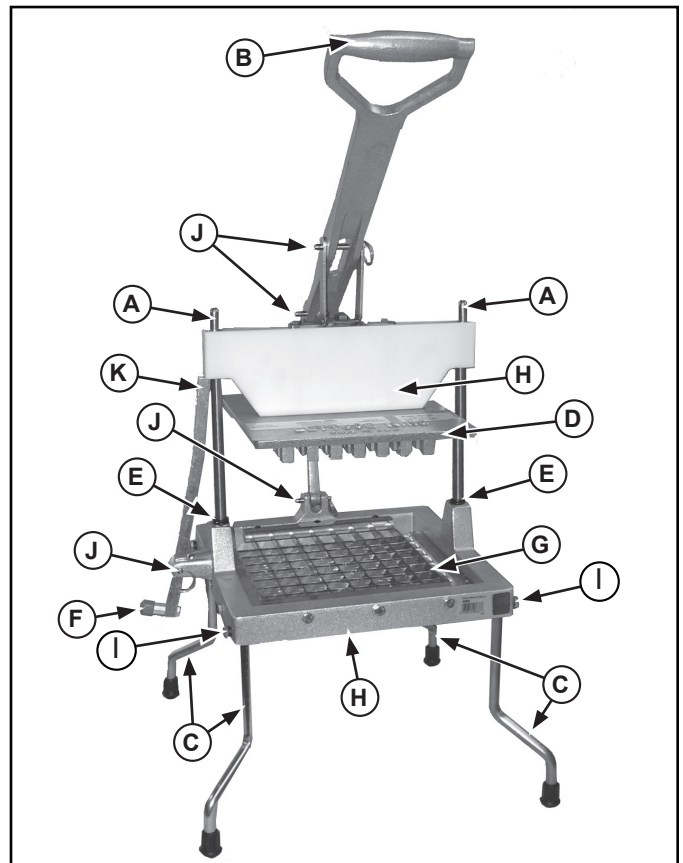

Figura 2. Características y controles, Lettuce King IV.
3. Fije las patas (C) en los orificios del conjunto de la base (H) de modo que la parte angular de la pata quede orientada hacia afuera. Consulte la Figura 2.
4. Afiance las patas (C) al conjunto de la base (D) con los tornillos (A) y las arandelas (B). Consulte la Figura 2.
Lettuce King IV: Sujete el mango (B), retire la mano de área del conjunto de hojas y colóquela en la palanca de traba (F). Oprima la palanca de traba (F) para liberar el brazo de traba del cabezal de empuje (D). Consulte la Figura 2.
4. Retire los tornillos que sostienen el conjunto de hojas (I). Retire y deseche cuidadosamente los conjuntos de hojas. Consulte la Figura 2.
5. Examine el cabezal de empuje (D). Si están mellados o presentan rebabas, alise los bordes ásperos con una lima plana pequeña.
6. Verifique que las protecciones de las hojas (BB) estén instaladas en el conjunto de hojas (DD y CC). Consulte la vista detallada de la unidad Lettuce King IV.
7. Coloque el conjunto de hojas inferior (CC) en el bastidor (H) de modo que quede correctamente ubicado con el lado filoso hacia arriba.
8. Instale los tornillos en el lado izquierdo del conjunto de hojas (CC). Apriételos hasta que hagan contacto con el bastidor (H). Gire el tornillo hasta que quede apretado, sin exceder el 1/2 giro o los 0.5 kg. metros (40 pulg. lbs.)
9. Coloque la arandela de goma entre el bastidor derecho (H) y el conjunto de hojas (CC). Introduzca los tornillos por el bastidor y la arandela de goma en el conjunto de hojas. Gire el tornillo hasta que quede apretado, sin exceder el 1/2 de giro o los 0.5 kg. metros (40 pulg. lbs.)
10. Coloque el conjunto de hojas superior (DD) en el bastidor (H) de modo que quede correctamente ubicado con el lado filoso hacia arriba.
11. Instale los tornillos en el lado delantero del conjunto de hojas (DD). Apriételos hasta que hagan contacto con el bastidor (H). Gire el tornillo hasta que quede apretado, sin exceder el 1/2 giro o los 0.5 kg. metros (40 pulg. lbs.)
12. Coloque la arandela de goma entre el bastidor posterior (H) y el conjunto de hojas (DD). Introduzca los tornillos por el bastidor y la arandela de goma en el conjunto de hojas. Gire el tornillo hasta que quede apretado, sin exceder el 1/2 giro o los 0.5 kg. metros (40 pulg. lbs.)